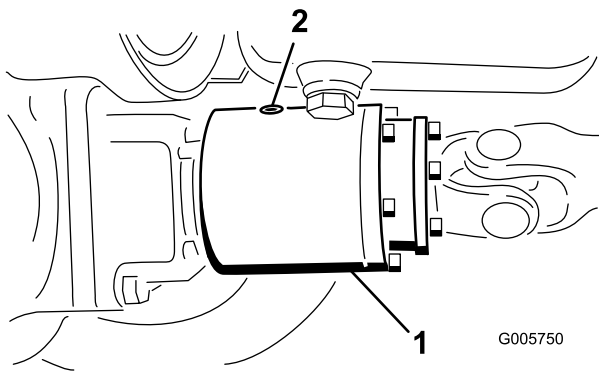

Figura 56
3. Gire el embrague hasta que el tapón de verificación esté orientado hacia abajo (Figura 56).